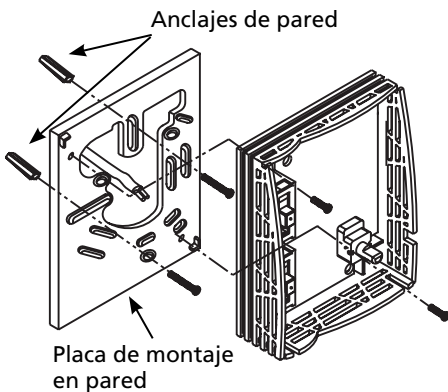

Figura 6
4. Taladre orificios en la pared a través de los 2 orificios de montaje en la parte posterior de la placa de pared según se muestra en la Figura 6 e inserte anclajes en los orificios.